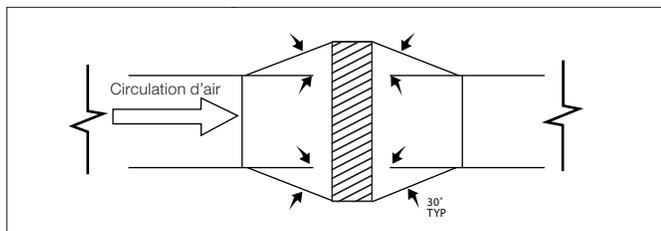

Figure 6 – Section de transition
- Si le serpentin électrique a des dimensions supérieures aux dimensions du conduit d'air, utiliser une section de transition telle qu'illustrée à la Figure 6.